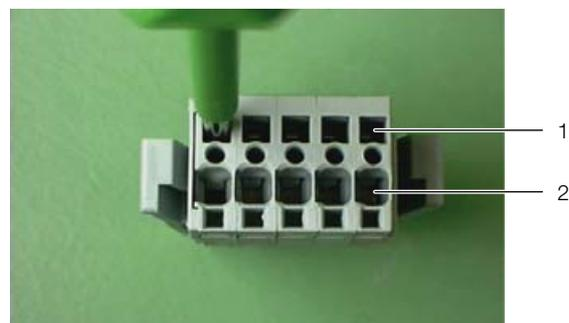

Imagen 41: Conector – parte posterior
- Introduzca un destornillador adecuado (medidas 3,5 x 0,5 mm) en un resorte (imagen 41, pos. 1) y abra el borne correspondiente al punto de introducción del cable (imagen 41, pos. 2).